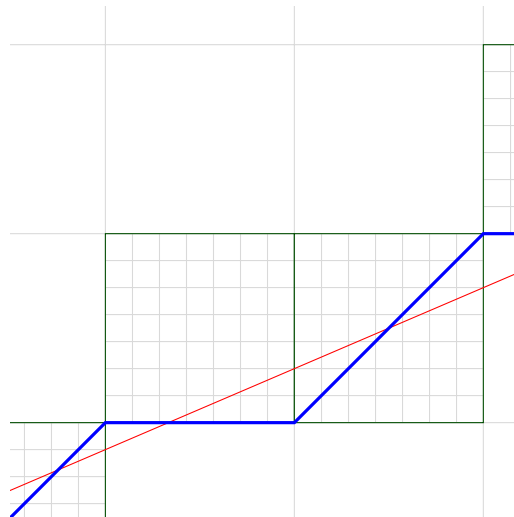

Figura 6: dettaglio del terzo e quarto step in x
- terzo step di x : si focalizzi l'attenzione sul terzo quadretto verde (figura 6). Intersezione a $\frac{2}{7}$ del lato. Nessuno step in y ;